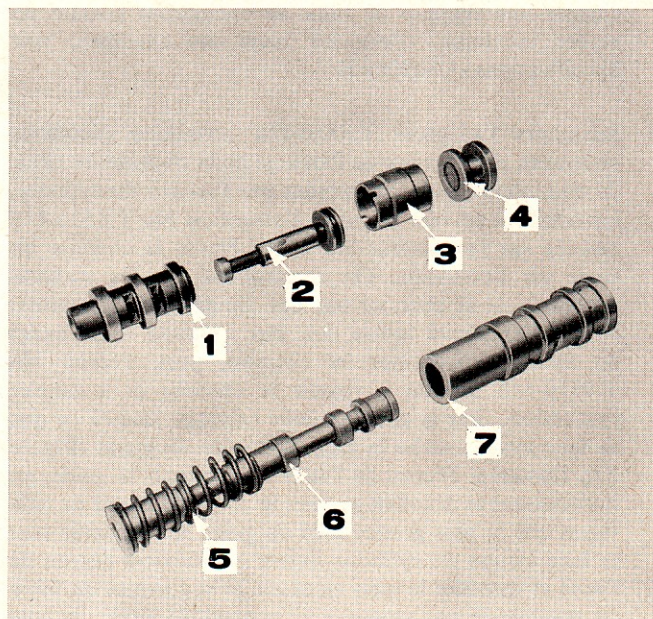

Figure 25: Chemises du tiroir de commande et de la valve automatique
2. Placer la bague avant de la valve automatique sur l'extension et l'amener sur l'entrée de l'alésage. Une extrémité de la bague comporte une petite encoche qui doit être orientée vers l'alésage, et, à l'extrémité opposée, deux grandes encoches qui doivent prendre position contre la bague arrière (Figure 25).
8. Le bouchon de la valve automatique (Figure 25) porte un repère de couleur comme la bague de la valve automatique, et il convient de sélectionner un bouchon de couleur assortie (en ce qui concerne les cotes des bouchons, voir Specifications, Chapitre 5).
9. Le tiroir de commande (Figure 25) comporte un repère de couleur identifiant son diamètre, mais ce repérage ne doit pas être utilisé pour sélectionner un tiroir assorti à la chemise de tiroir de commande. Quand la chemise est enfoncée à la presse dans son alésage, son diamètre intérieur diminue en proportion du serrage de la chemise dans l'alésage.